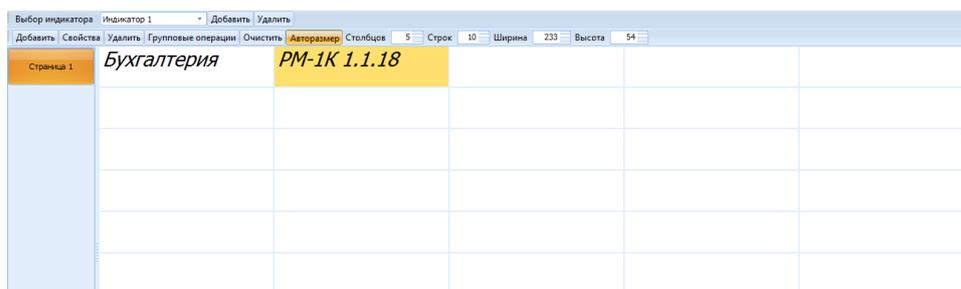

Рисунок 10.9 Ячейка индикации с устройством PM-1K
- 6) В результате на панели управления появится ячейка индикации с выбранными устройствами (Рисунок 10.9). После применения конфигурации на сервере (кнопка  панели инструментов) в приложении «Оперативная задача» будет возможно управлять данными устройствами (включать, выключать) с панели управления.